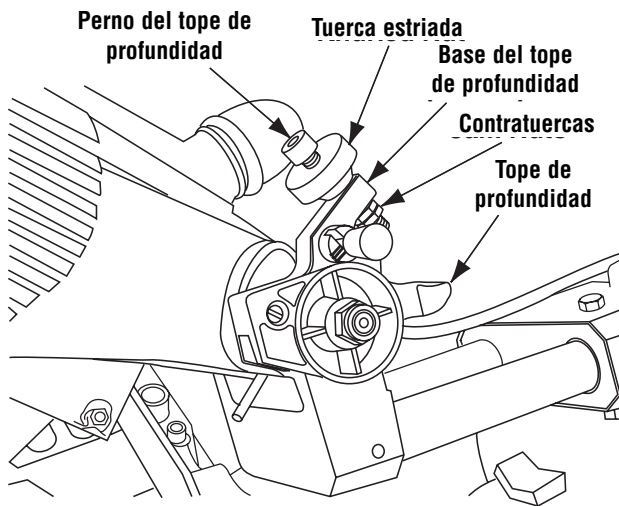

Figura 32. Corte de ranuras
1. Ajuste la profundidad de corte aflojando la tuerca estriada que está en el perno de ajuste del profundidad (Figura 32). No cambie la posición de las dos (2) contratuercas que están en el extremo del perno.